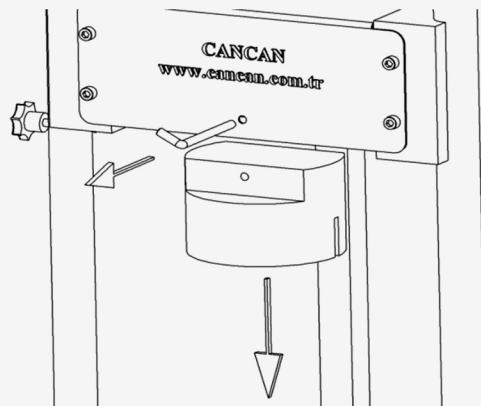

Рисунок 7
- ✓ Для того чтобы вытащить Толкающий Клин извлеките Центрирующий вал из гнезда и потяните эту часть оборудования вниз. (**Рисунок 7**).